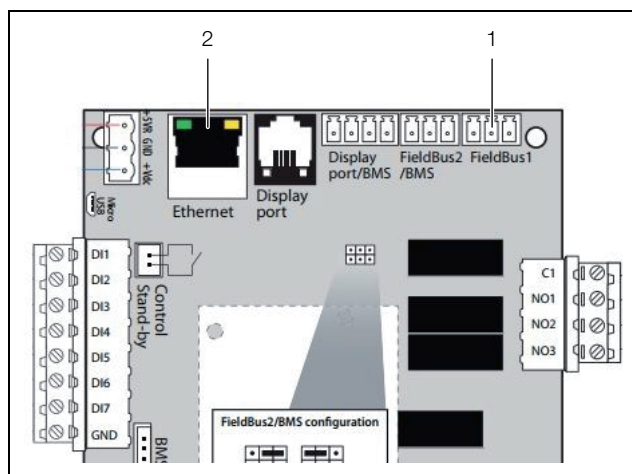

Fig. 10 : raccords
- Sur la carte, utiliser le raccordement « Bus\_local\_1 » (fig. 10, pos. 1) pour connecter l'appareil à un appareil de contrôle.
- Sur la carte, utiliser le raccordement « Ethernet » (fig. 10, pos. 2) pour connecter l'appareil à un appareil de contrôle.